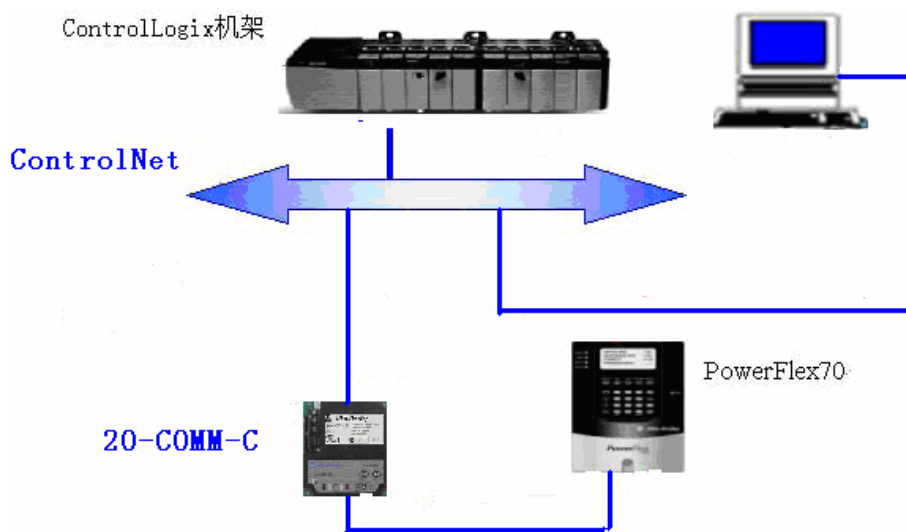

图 4-50 实验网络图
48. 点击 Communication 选项，按照步骤 36 设置通讯路径，如图 4-50 所示。
硬件接线：将安装有 20-COMM-C 适配器的 PowerFlex70、ControlLogix 框架和计算机分别连接在 ControlNet 上。其中 20-COMM-C 是为 PowerFlex7 系列变频器设计的内置的由 DPI 端口向 ControlNet 转换的适配器，需设置 20-COMM-C 的节点地址及波特率。这里设置节点地址为 2，波特率为 125kbps，ControlLogix 框架是通过 1756-CNBR 连接在 ControlNet 上；计算机是通过安装在主板上的 1784-PCIC (S) for ControlNet Device 卡连接在控制网上的，网络连接如图 4-50 所示：